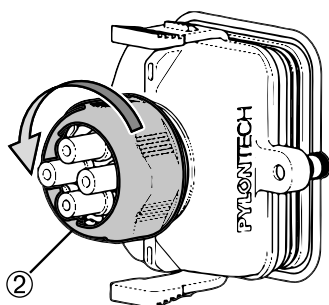

Fig. 2.10 - Dado coperchio
- svitare il dado di plastica del coperchio di protezione (2, Fig. 2.10);
- riavvitare il dado di plastica del coperchio di protezione (2, Fig. 2.10);